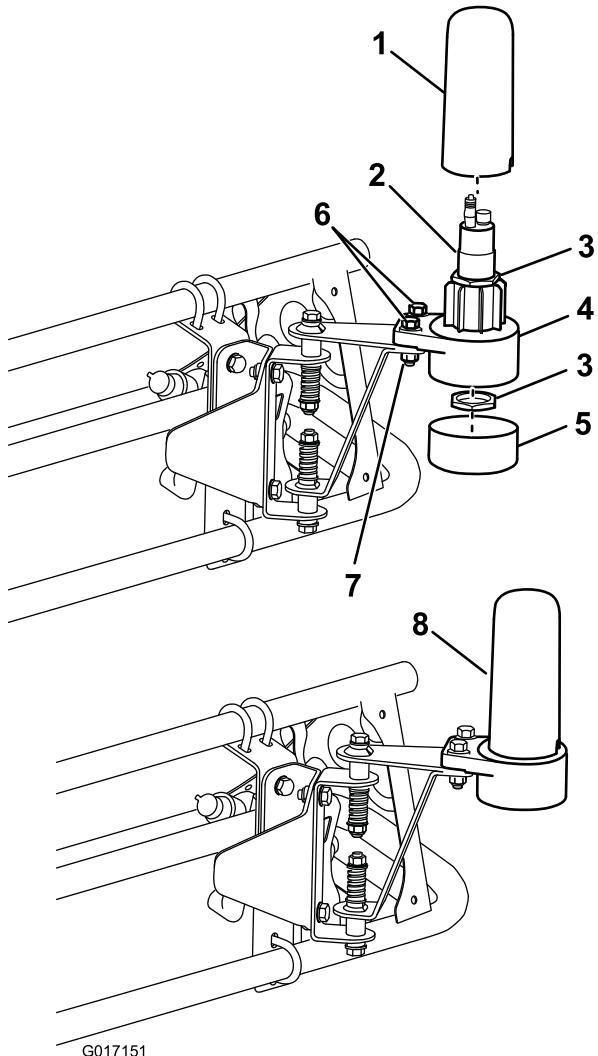

Figura 13
4. Instale el alojamiento inferior del sensor en los herrajes de montaje del sensor con 2 pernos (5/16 x 1-1/4 pulgada) y 2 contratuerzas (5/16 pulgada) (Figura 13).
6. Introduzca el sensor en la carcasa inferior del sensor, sujetelo con las 2 tuercas grandes suministradas con el sensor (Figura 13).
7. Instale el tapón y la tapa (Figura 13).